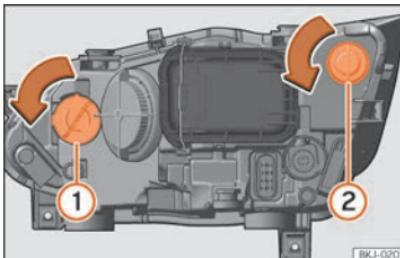

Fig. 54 En el vano motor: lámpara de luz intermitente ① y lámpara de luz DRL (luz de día) ②.
- Gire el portalámparas »**fig. 54** ① o ② hacia la izquierda y tire.